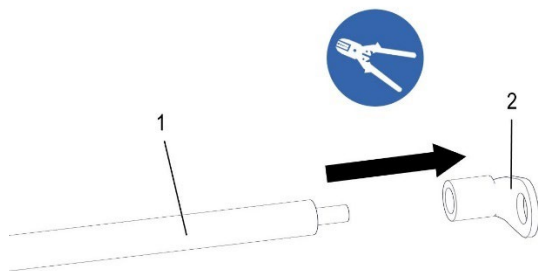

Abb. 134: Potentialausgleichsleitung mit Quetschkabelschuh vercrimpen
- Die Potentialausgleichsleitung (1) und Quetschkabelschuh (2) mithilfe einer Crimpzange miteinander vercrimpen (siehe Abb. 134).